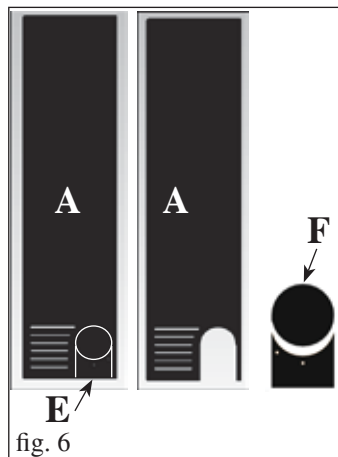

fig. 6
Asportare il diaframma pretagliato (E - fig. 6) dal fianco metallico (A), in precedenza smontato, per consentire il passaggio del tubo uscita fumi (non in dotazione).
Dal diaframma E (fig. 6) asportare la porzione F (fig. 6).
Per questa versione, la stufa viene consegnata con i frontali in lamiera metallici già montati (M - N - fig.6).